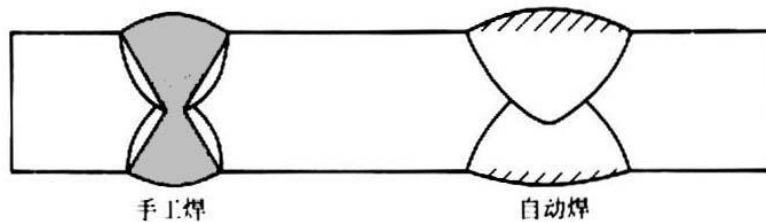

图 34 采用双面 V 形坡口代替单面 V 形坡口的示意
③ 厚板结构采用双面 V 形坡口代替单面 V 形坡口可以减少焊缝金属，如图 34 所示。